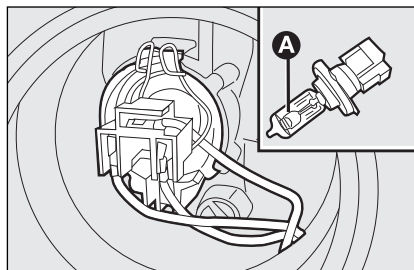

fig. 25
- ☐ maak de lamp **A**-fig. 25 los van de stekker **B** en vervang hem;